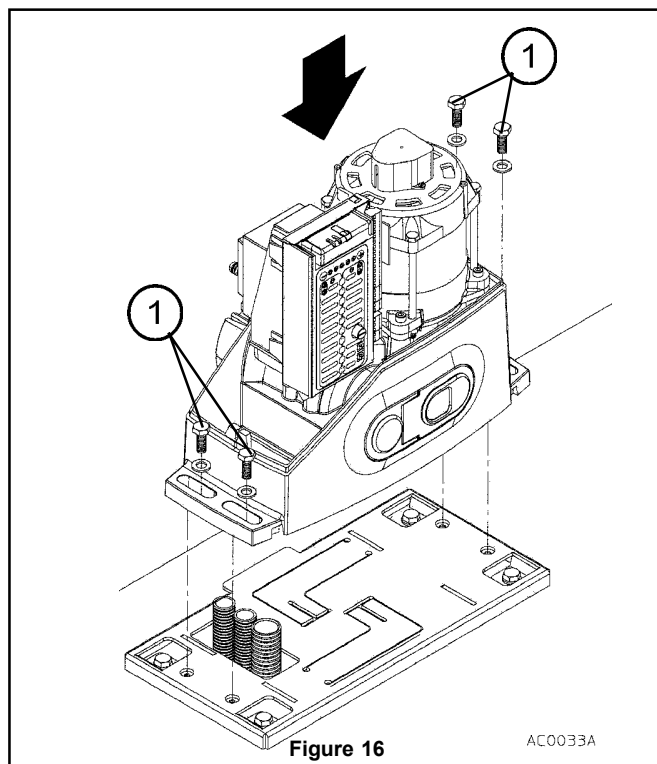

Figure 16
- c) Poser le moto-réducteur sur la plaque d'ancrage (fig. 16) et visser manuellement à 3/4 de tour les 4 vis M10 et leurs rondelles.